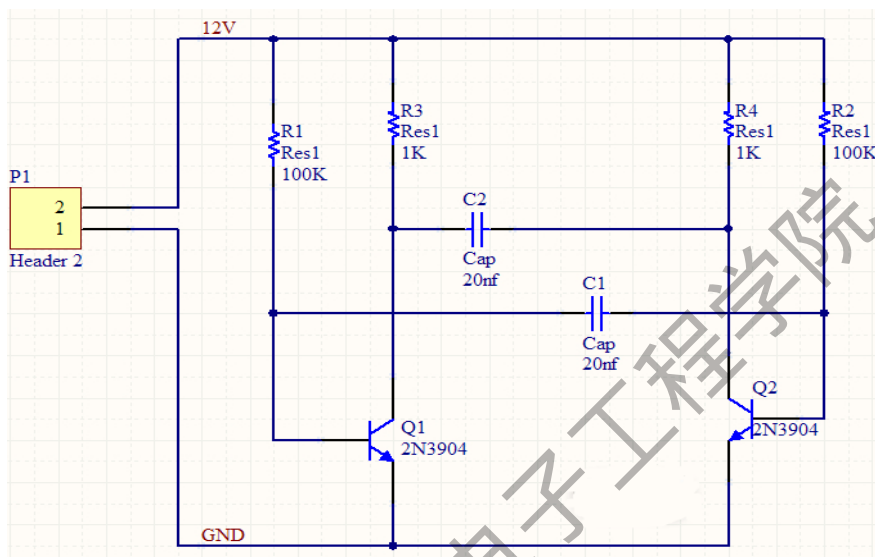
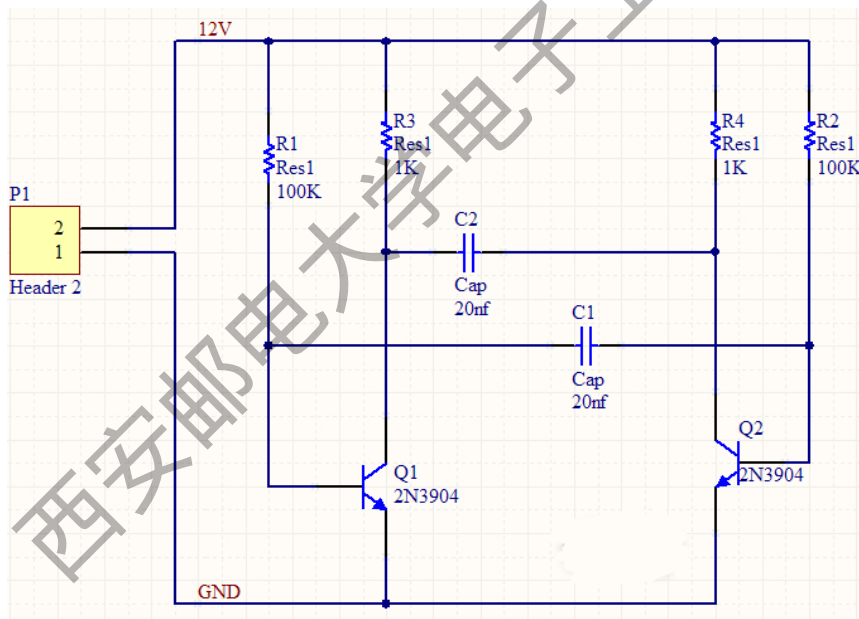

图 2-8 非稳态多谐振荡器电路
图 2-14 完成布线的原理图
以两个 2N3904 三极管组成的非稳态多谐振荡器电路为例进行讲解，如图 2-8 所示。
第一种要在电路图中放置的元件为三极管，Q1 和 Q2。电路图的大概布局将参照图 2-8 所示。
3.当参照示例电路图（图 2-8）的时候，将发现其实 Q2 为 Q1 的镜像。通过按下 X 键来改变放置器件的方向，这将使元件沿水平方向翻转。按下 Y 键可以使元件进行垂直方向的翻转。
接下来, 我们进行电路连线。连线是处理电路中不同元件的连接。按照图 2-8 来连接电路原理图, 完成下面的步骤:
9.按照图 2-8 绘制电路剩下的部分，如图 2-14。